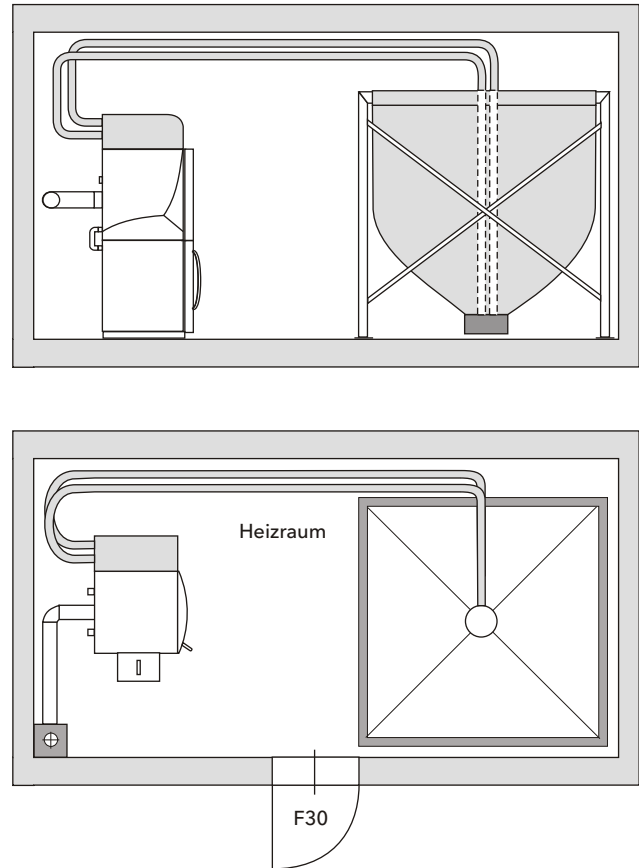
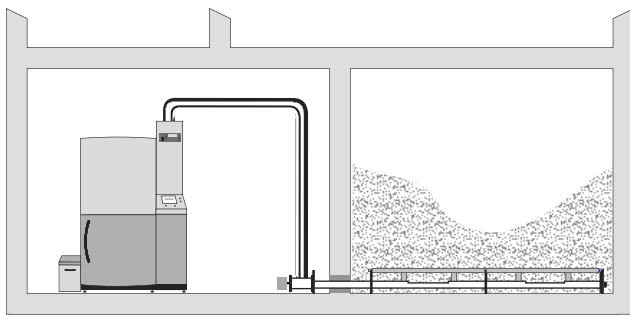

Bild 12 Kessel mit Saugsystem und Gewebesilo Schnitt (oben) und Aufsicht (unten)
Bild 13 Pelletlagerraum mit Raumentnahmeschnecke RES und Saugsystem; Abb. zeigt Grundeinheit RES 1500 mit Verlängerung 1.000 mm
Bei größeren Entfernungen zwischen Kessel und Lagerraum oder ungünstiger Lage des Brennstofflagers empfiehlt sich ein Saugsystem, mit dem die Holzpellets pneumatisch zum Kessel transportiert werden (Bild 12). Mit diesem System können Distanzen von 15 Meter und ein Höhenunterschied von etwa 3 m überbrückt werden.
Das Saugsystem kann aus einem Gewebesilo (mit Saugtopf) die Pellets direkt entnehmen (Bild 12), an einen Pelletbunker mit Raumentnahmeschnecke angeschlossen werden (Bild 13 und 14) oder Pellets aus einem Pellet-Erdtank absaugen.
- Dieser Raum muss mit Bodenschrägen (Neigungswinkel von mind. 40°) versehen werden. Für die Schrägen eignen sich Platten mit glatter Oberfläche (z.B. Schalplatten), damit die Pellets ohne Stockungen nachrutschen können. Die Unterkonstruktion muss an die Gewichtsbelastung durch den Brennstoff (eventuell mehrere Tonnen!) angepasst sein. Die in Bild 13 angegebene Dimensionierung der Unterkonstruktion ist nicht allgemein gültig und muss in jedem Einzelfall geprüft werden!
- Der Einblasstutzen wird etwa mittig zur Längsachse des Raumes montiert (Bild 13). Die gerade Einblasrichtung muss frei von Einbauten oder Hindernissen sein. Auf der gegenüberliegenden Seite des Lagerraums ist eine Prallschutzmatte anzubringen, um ein Aufprallen der Pellets an der Lagerraumwand zu verhindern. Die Lage der Befüllstutzen muss so gewählt werden, dass das Lager bei der Pelletanlieferung möglichst vollständig befüllt werden kann.